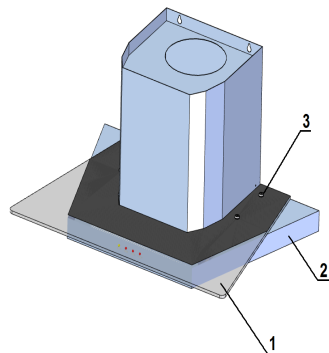
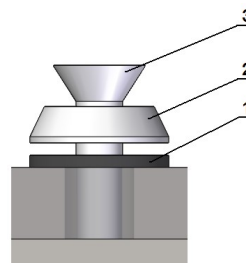

Рис. 12
Рис. 13
Перед установкой маскирующих труб осторожно наденьте стекло (1) сверху на корпус вытяжки (2) и прикрепите к корпусу с помощью винтов (3) М4х20 (рис. 12). При креплении на винт М4х20 (3) наденьте коническую шайбу (2), а затем резиновую прокладку (1) и закрепите стекло на корпусе вытяжки (рис. 13).